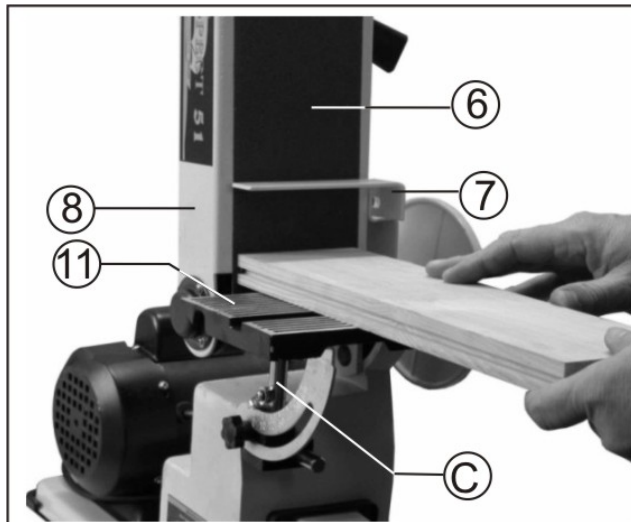

Рис.8
9.3. Перестановка рабочего стола (Рис.8)
Когда стол (8) (шлифовальной ленты) поднят, можно переместить рабочий стол (11) и установить его перед шлифовальной лентой (6). Выполните следующее: ослабьте фиксирующую гайку (13), выверните опорный вал (С), Рис.4, установите его в резьбовое отверстие корпуса перед шлифовальной лентой (6), как показано на Рис.8 и затяните фиксирующую гайку (13), как показано на Рис. 4. Установите рабочий стол (11) в нужную позицию, затем затяните фиксирующий болт рабочего стола (11) на опорном валу (С), оставив минимальный зазор между шлифовальной лентой (8) и боковой поверхностью рабочего стола (11).
Когда шлифовальная лента (6) расположена вертикально, деталь опирается на задний упор (7) или рабочий стол, Рис.8.